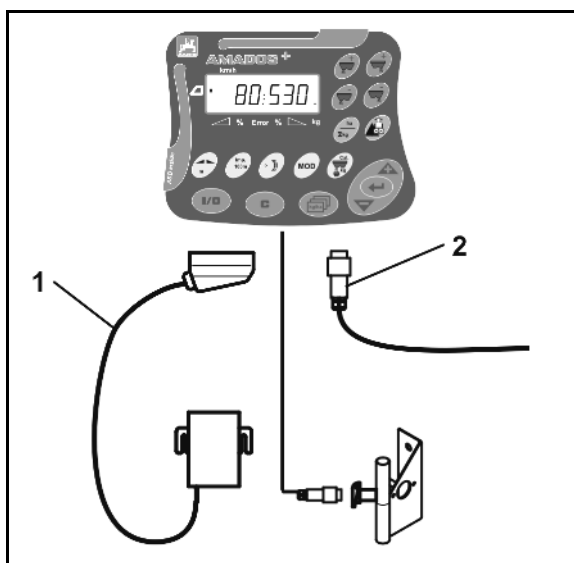

Fig. 2
1. Slut maskinen, der er monteret på traktoren, til maskinstikket (Fig. 2/1).
2. Slut signalkablet til traktorens signalstikdåse eller sensoren X (Fig. 2/2) til **AMADOS E+S**.